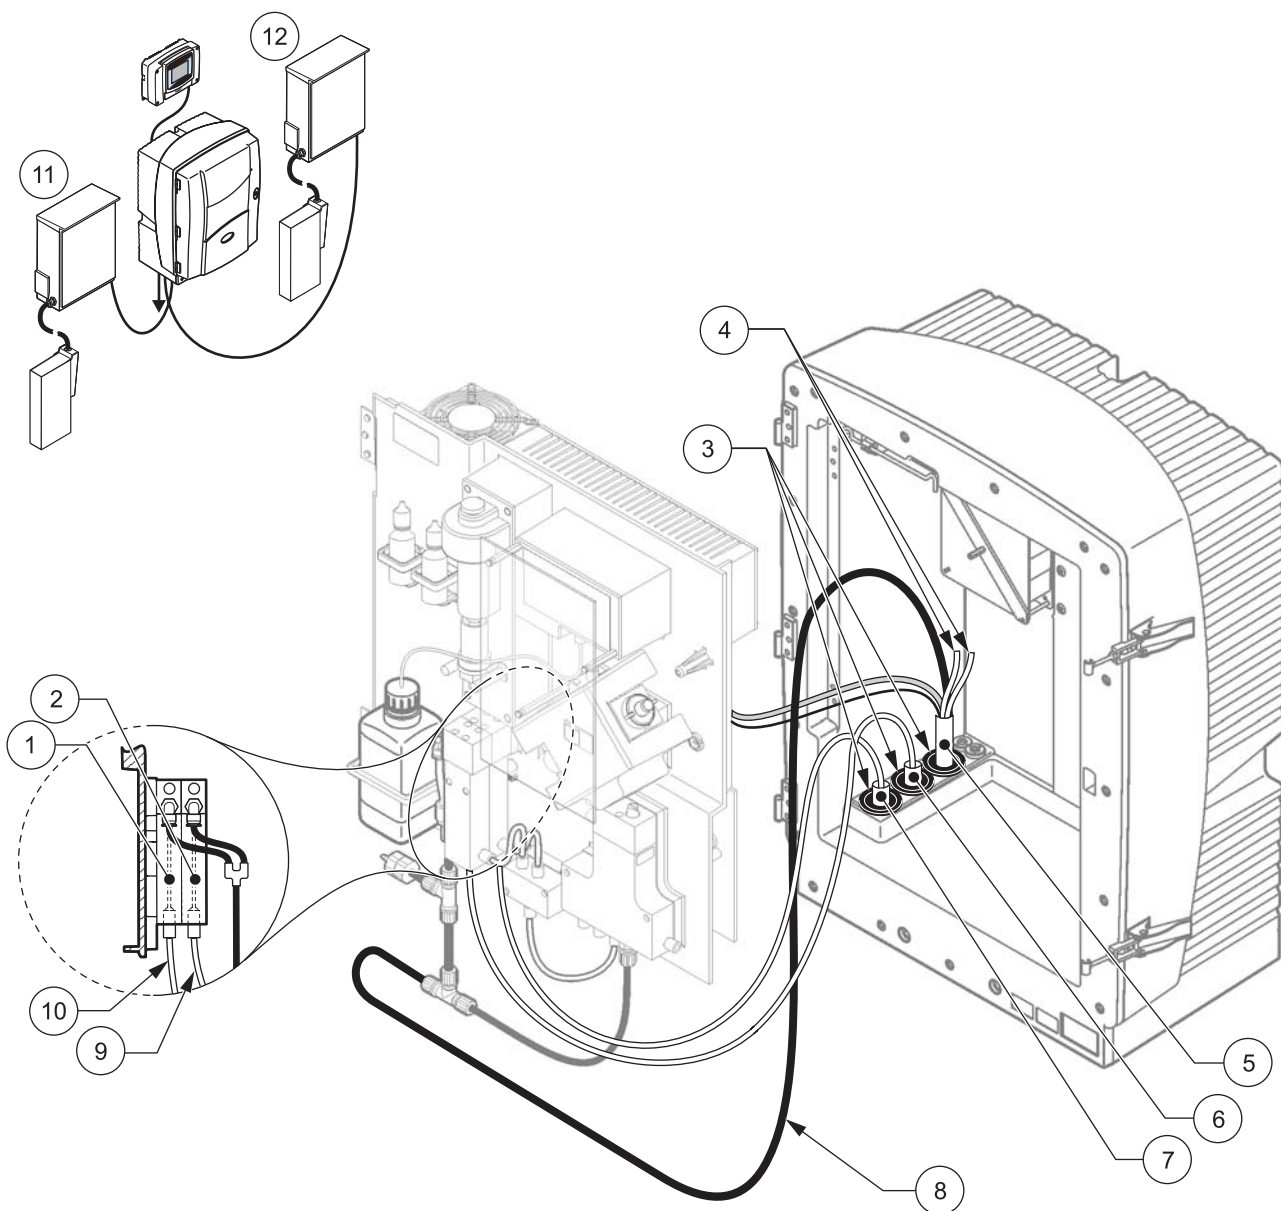

图 27 选项 5 设置
请参考图 27 以及选项 5 的以下说明：
2. 通过分析器开口从 FILTRAX 1 引出加热的软管（图 27，项目 7）。使用 1 号密封塞加固。